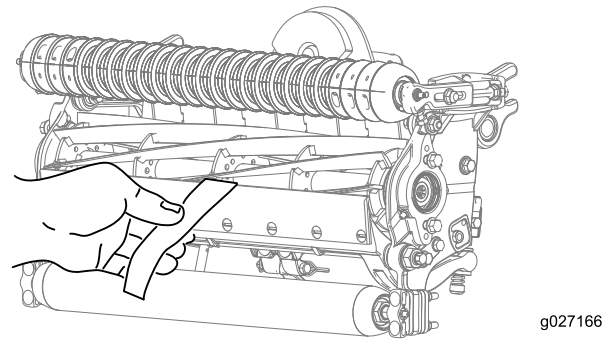

Figura 10
12. Teste o desempenho de corte inserindo uma tira comprida de papel desempenho de corte Toro entre o cilindro e a lâmina de corte, perpendicular à lâmina de corte (Figura 10). **Lentamente rode o cilindro para a frente; deve cortar o papel.**